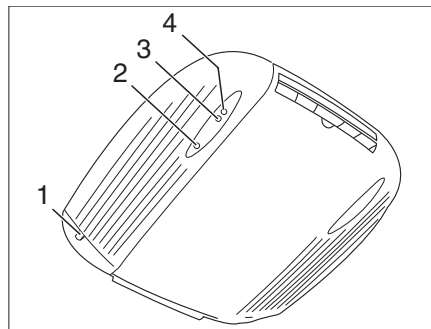

Fig. 123 Vue de l'intérieur
- Raccorder le véhicule à l'alimentation 230 V. La climatisation est prête à fonctionner. La DEL rouge (Fig. 123,2) s'allume.
Le voyant de contrôle vert (Fig. 123,3) indique le fonctionnement de refroidissement, le voyant de contrôle rouge (Fig. 123,4) le fonctionnement de chauffage.